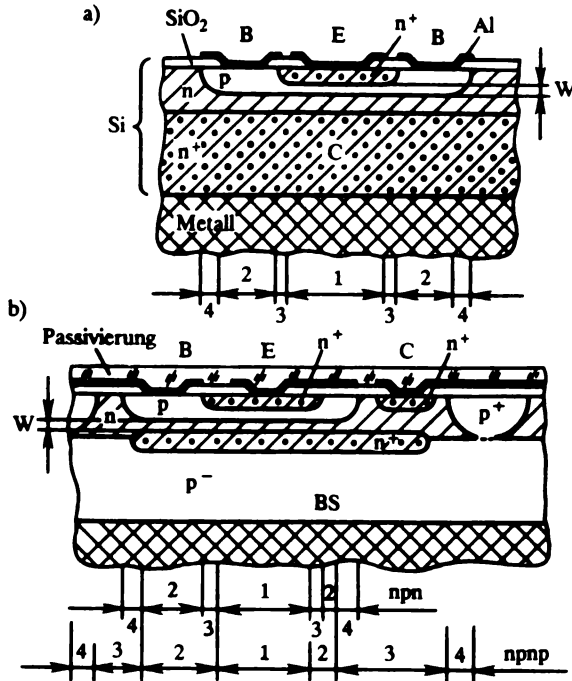

Abb. 6. Bipolartransistoren
3. Опишите рис. 6а и 6б.
4. Скажите, чем отличаются между собой биполярные p-n-p-транзисторы, представленные на рис. 6а и 6б.